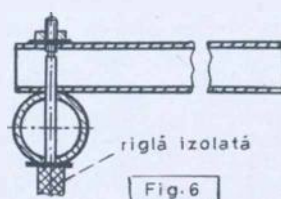
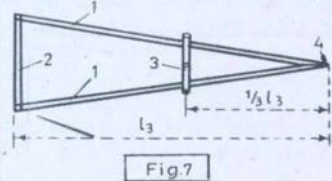
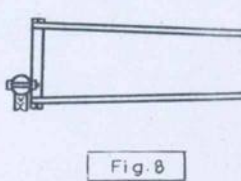

Fig. 6
Fig. 7
Fig. 8
O critică mai întemeiată este aceea ca servomecanismul consumă tot timpul curent. Pentru a elimina acest inconvenient sînt necesare sisteme electronice mai complexe despre care vom vorbi în articolul următor. Pînă atunci, să examinăm și o altă variantă de servomecanism capabilă să execute o comandă proporțională. Dacă vom folosi numai unul din contactele releului pentru a alimenta un servomotor, așa cum este indicat în schema din fig. 6, acesta se va roti cu o turație proporțională cu valoarea raportului de umplere. Cel mai comod sistem de a converti o turație variabilă în deplasări lineare proporționale este sistemul centrifugal sugerat în schița din fig. 6, sistem ce elimină orice vibrație a comenzii și care asigură o forță de acționare neașteptat de mică.
văr folosind un al doilea servomecanism, comandat de contactul liber (3) al releului, variația frecvenței de decupaj va produce variația turației ambelor motoare în timp ce schimbarea valorii raportului de umplere va avea ca efect creșterea turației unui motor în dauna turației celuilalt. Aceasta înseamnă că la creșterea frecvenței impulsurilor ambele elevoane se vor coborî, în timp ce variația valorii raportului de umplere va ridica un elevon și îl va coborî pe celălalt. Sistemul prezintă însă pericolul ca la un semnal parazit sau la pierderea controlului, servomecanismele să interpreteze aceasta ca o comandă «total dreapta» sau «total stînga» ceea ce ar avea ca efect angajarea modelului în spirala picată și distrugerea lui. Acest pericol se poate elimina legînd o tije de comandă la brațul superior al unui elevon iar cealaltă la brațul inferior (fig. 7). În acest mod, variația frecvenței decupajului va deveni comanda direcției iar raportul de umplere va deveni comanda profundurii. La un semnal parazit sau la pierderea legăturii radio, servomecanismele vor interpreta aceasta ca o comandă «totul în sus» sau «totul în jos» ceea ce are ca efect în primul caz determalizarea iar în al doilea o jumătate de luping invers urmată de determalizarea pe spate.
Vibratoarele «1», «5», «6» și «7» se pot confecționa din țevi separate și se fixează de linia colectoare cu ajutorul unor șuruburi cu piulițe (fig. 6). Vibratoarele «2» și «3» este bine să fie făcute din cîte două tuburi (fig. 7 și fig. 8) pentru a mări rigiditatea construcției. Cele două țevi «1» care se unesc în punctul «4», la capetele opuse se fixează pe un segment cornier «2», lung de 150-200 mm. La o treime a distanței din punctul «4» se fixează o scindură sau bară din material izolat «3» cu un orificiu la mijloc pentru fixarea ancorelor «13».
Pentru reglare sînt necesare: un osciloscop, un generator de AF precum și un milivoltmetru de AF. În fig. 8 sînt prezentate formele tensiunilor în diferitele puncte ale montajului. Tubul cinescop trebuie să aibă remanență mare, dat fiind încetinea cu care se transmite imaginea (o imagine la circa 8 secunde).
toarele se vor plasa cu axele perpendiculare. Ca și în receptorul din schema 4, tranzistorul T1 îndeplinește și funcția de detector. Receptorul din fig. 6 este de mare sensibilitate. Funcționează cu o antenă (o masă metalică, motocicletă etc). Tranzistorii sînt cei indicați și în montajele precedente.